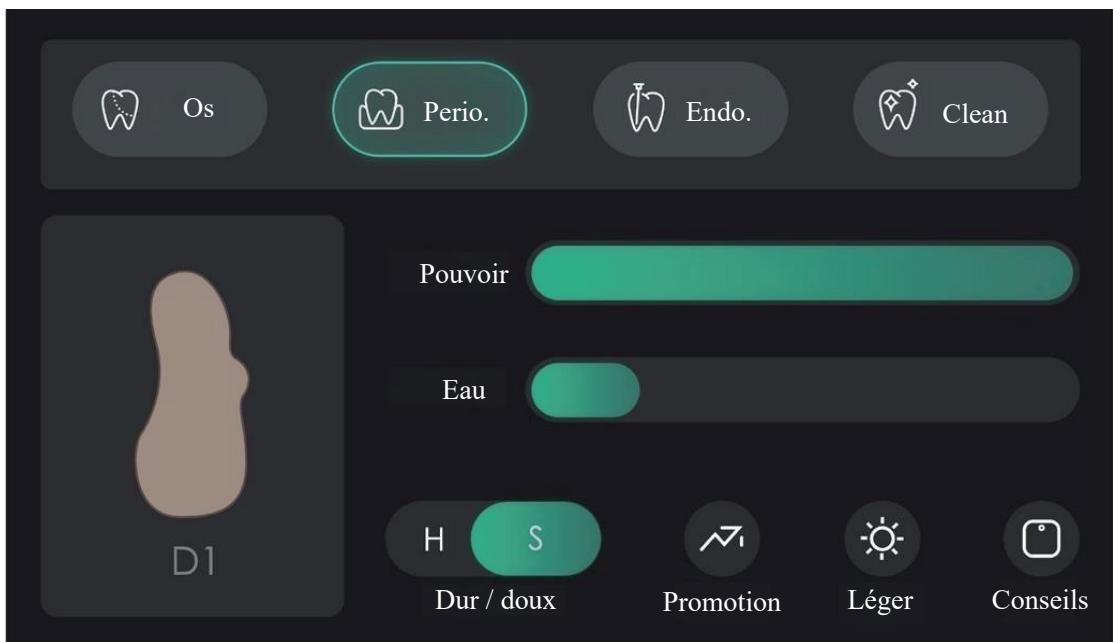

Figure 10
Comme le montre la figure 10, lorsque le nom de mode "perio" est sélectionné dans la zone verte, l'appareil est en mode parodontal; Dans ce mode, les boutons de fonction sont dans le même mode de coupe osseuse
7.2.3 fonctions internes (fig. 10)